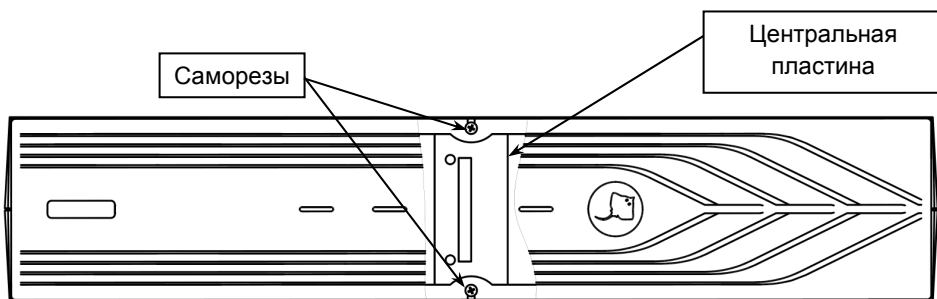

Рисунок 7 – Крепление центральной фиксирующей пластины
- снять центральную фиксирующую пластину, открутив два крепежных самореза (см. рисунок 7);